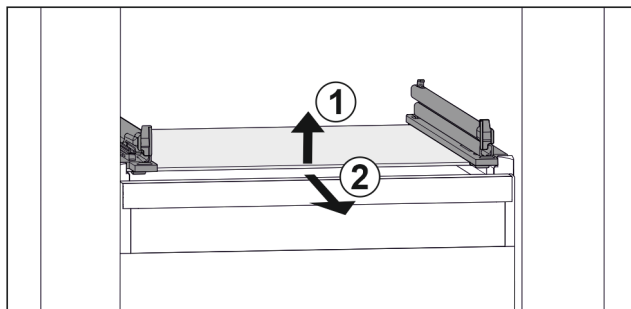

Fig. 137 Примерное отображение стеклянной пластины
- ▶ Приподнимите стеклянную пластину спереди. Fig. 137 (1)
- ▶ Извлеките стеклянную пластину движением вперед. Fig. 137 (2)